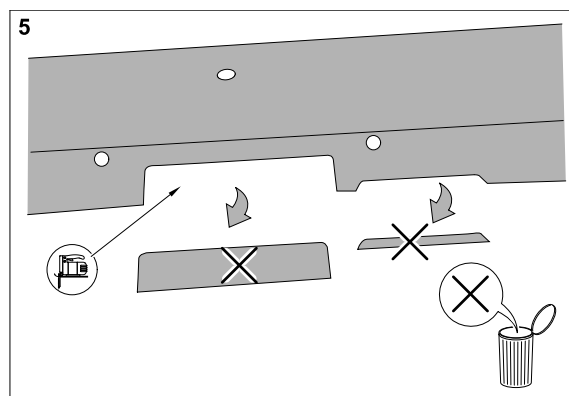

Bild 5: Nedre del av stötfångare
- 14.) Gör en urskärning enligt markering i nedre del av stötfångare för dragbalk och kontakt, se bild 5.